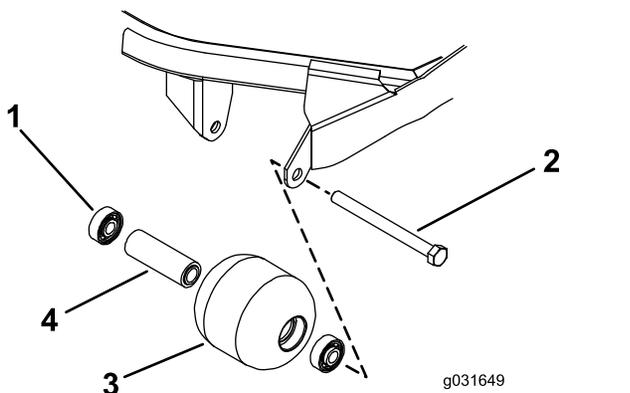

図 71
1. ローラ取り付けボルトを外す **図 71**。
4. ローラハウジング、ベアリング、ベアリングスペーサに破損がないか点検する **図 71**。
1. アウターレースのみを押すか、インナーレースとアウターレースを均等に押すかして、最初のベアリングをローラハウジングに押し込む **図 71**。
2. スペーサを入れる **図 71**。
3. アウターレースのみを押すか、インナーレースとアウターレースを均等に押すかして、第二のベアリングをローラハウジングに押し込んでスペーサと接触させる **図 71**。